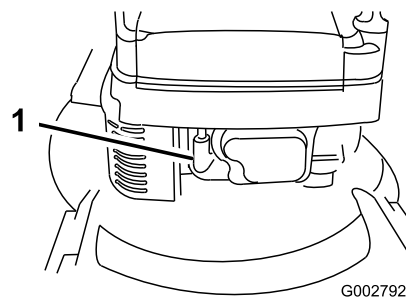

Figura 12
1. Collegate il cappellotto alla candela (Figura 12).